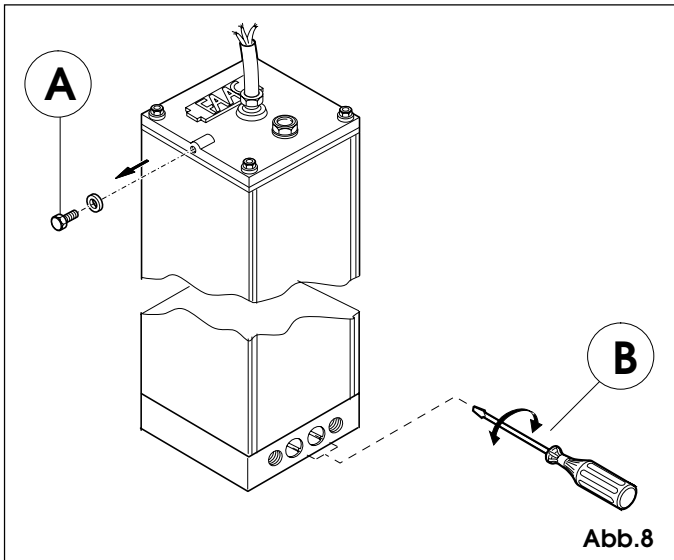

Abb. 8
- 4) Die Entlüftungsschraube gemäß Abb. 8, Bez. A abnehmen und aufbewahren.
Zum Eichen des öldynamischen Regelsystems der übertragenen Kraft sind die zwei Bypass-Schrauben (Abb. 8, Bez. B) zu betätigen. Die rote Schraube regelt das Drehmoment beim Schließen. Die grüne Schraube regelt das Drehmoment beim Öffnen. Zum Steigern des Drehmoments ist die Schraube im Uhrzeigersinn zu drehen. Zum Verringern des Drehmoments ist die Schraube entgegen dem Uhrzeigersinn zu drehen.